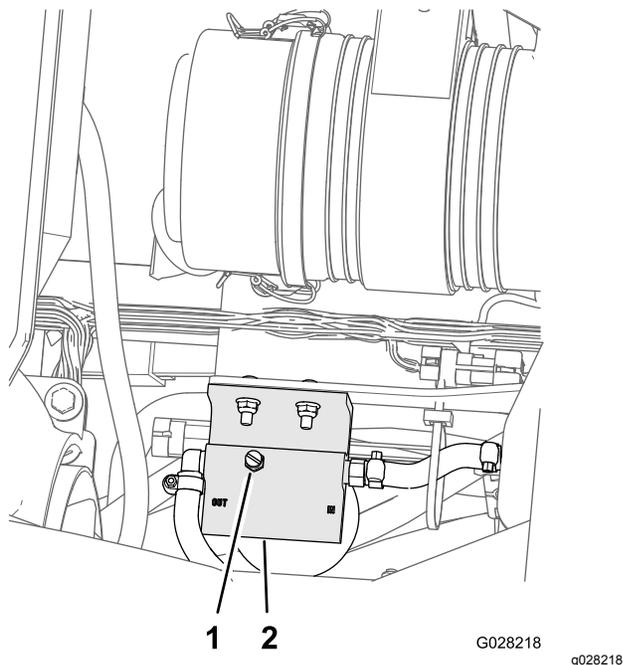

Figura 74
5. Afloje el tapón de ventilación situado en la parte superior del separador de combustible/agua (Figura 74).
7. Apriete el tapón de ventilación y gire el interruptor de arranque a la posición de DESCONECTADO (Figura 74).